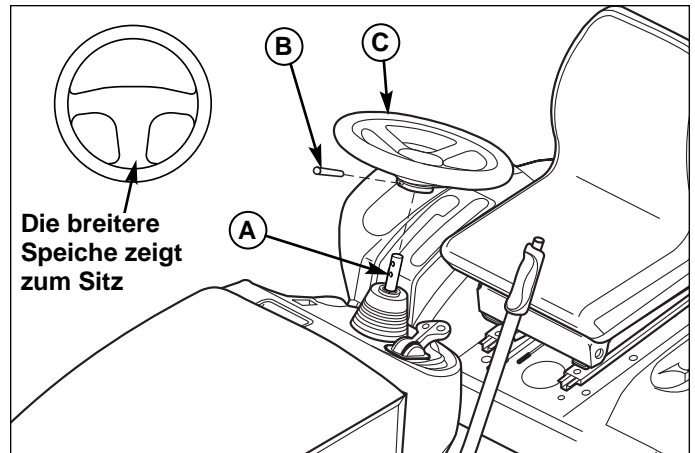

Abb. 31. Lenkradbauteile
1. Den Spannstift unten am Lenkrad mit einem geeigneten Treibdorn entfernen (B, Abb. 31).
2. Die Gummikappe nach unten ziehen, um die beiden Löcher in der Lenkwelle (A) offenzulegen.